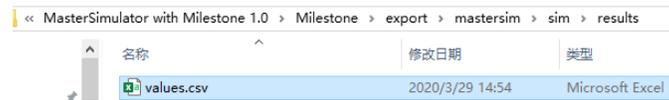

图 3.13: MasterSim 仿真结果路径
- 生成的结果数据文件存放在 results 路径下，如 图 3.13 。